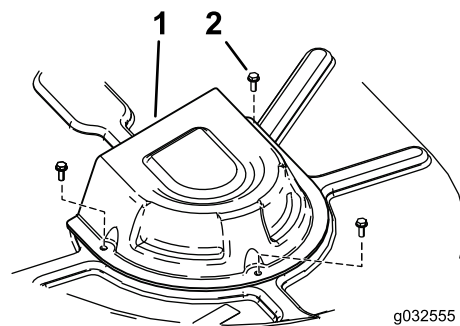

Bild 57
4. Entfernen Sie die Abdeckungen der Riemenscheibe ab (Bild 57).